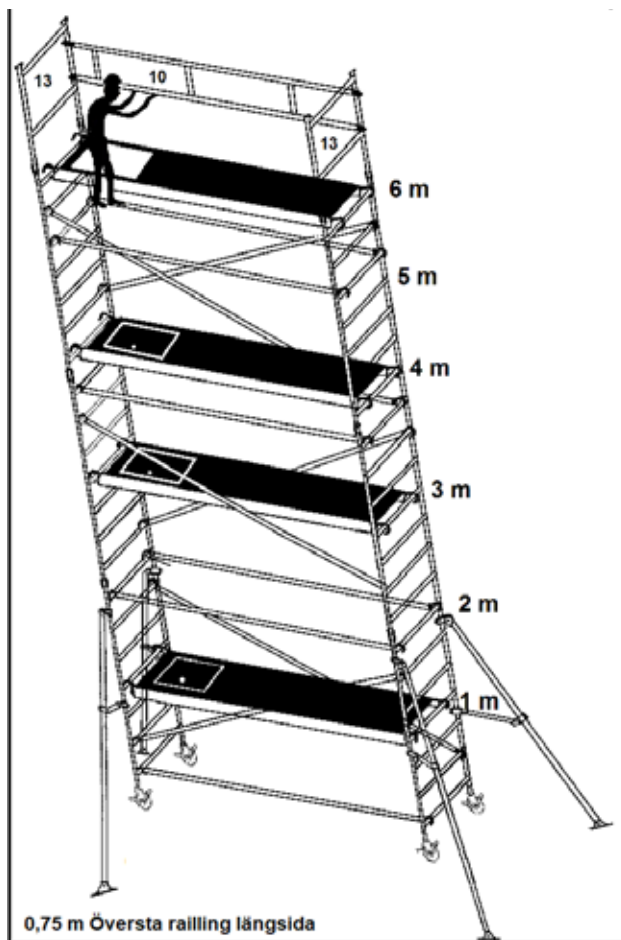

Fig.13
7. Efter att ställningen nu är inställd på sin plattformshöjd fig.13, är räckens-Modul uppställd, stå här på plattformen 2 meter från toppskyddet uppsättning horisontella skenor.